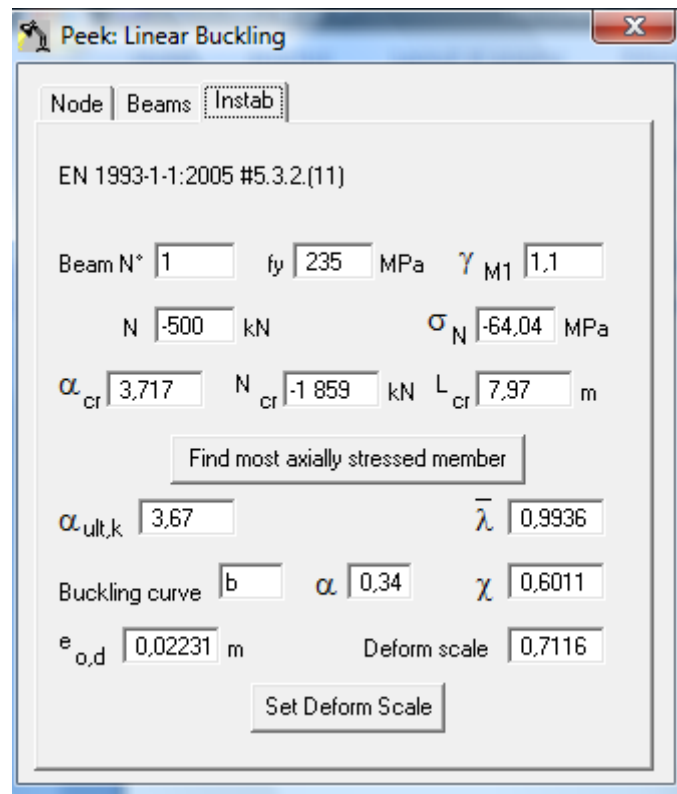

Fig. 25''
La scheda *Instab* (Fig. 25'') serve per impostare la verifica di stabilità secondo l'Eurocodice 3, edizione 2005, #5.3.2(11) utilizzando l'analisi del secondo ordine eseguita sulla struttura con deformata proporzionale alla deformata critica.